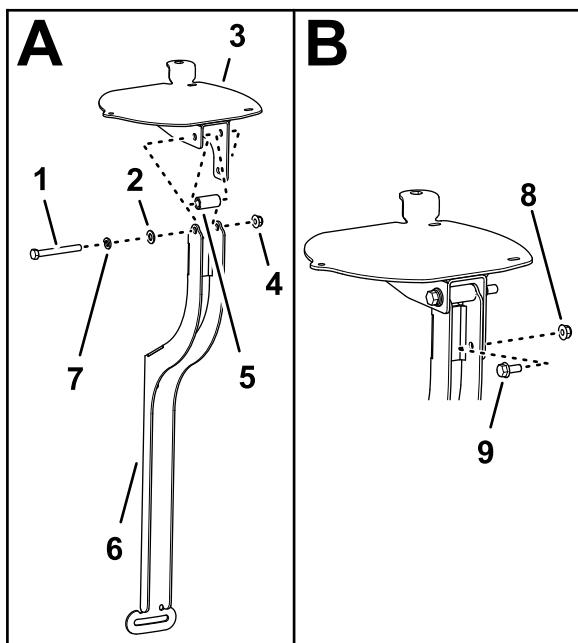

Рисунок 155
- Совместите отверстия в пластине навигационного приемника, проставке (¾ x 1 дюйм) и креплении приемника (Рисунок 155).
- Установите пластину приемника и проставку на крепление с помощью болта ($\frac{3}{8}$ x $3\frac{1}{4}$ дюйма), стопорной шайбы ($\frac{3}{8}$ дюйма), шайбы ($\frac{3}{8}$ x $1\frac{3}{16}$ дюйма) и фланцевой контргайки ($\frac{3}{8}$ дюйма), как показано на Рисунок 155.
- Проденьте болт с фланцевой головкой ($\frac{5}{16}$ x $\frac{3}{4}$ дюйма) через малое отверстие в креплении приемника и паз в пластине приемника и зафиксируйте его фланцевой контргайкой ($\frac{5}{16}$ дюйма) (Рисунок 155).